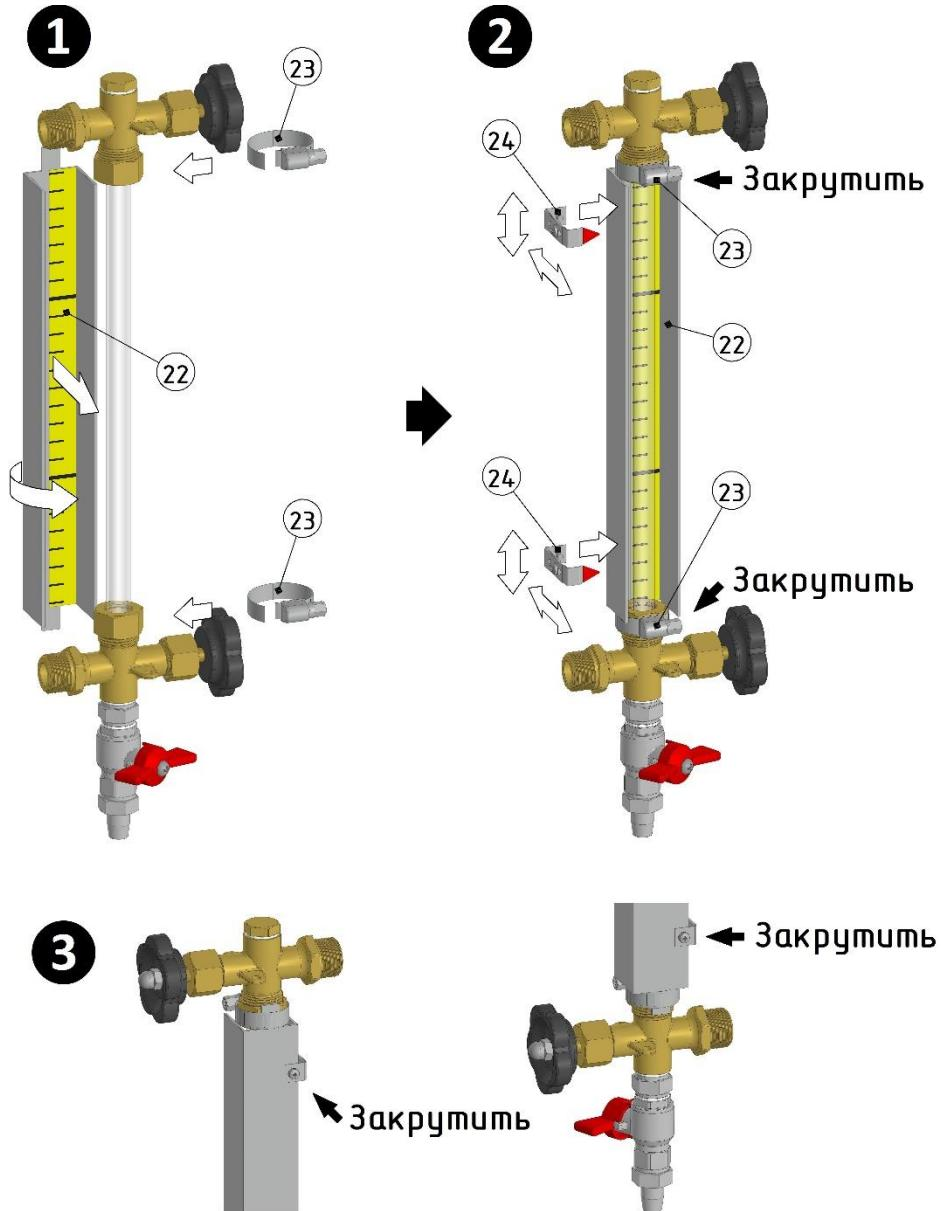

Рисунок 8.3 – Схема установки защитного кожуха
10) При успешном испытании на герметичность перед началом эксплуатации установите защитный кожух из комплекта поставки (см. рисунок 8.3):
- выкрутите винты хомутов (23) таким образом, чтобы лента вышла из зацепления с червяком винта;
- установите защитный кожух (22) на указатель уровня, сориентировав его в положении, удобном для наблюдения за столбом жидкости (конструкция позволяет поворот на 360°);
11) Установите указатели пределов (24) на необходимой высоте (отметке шкалы):